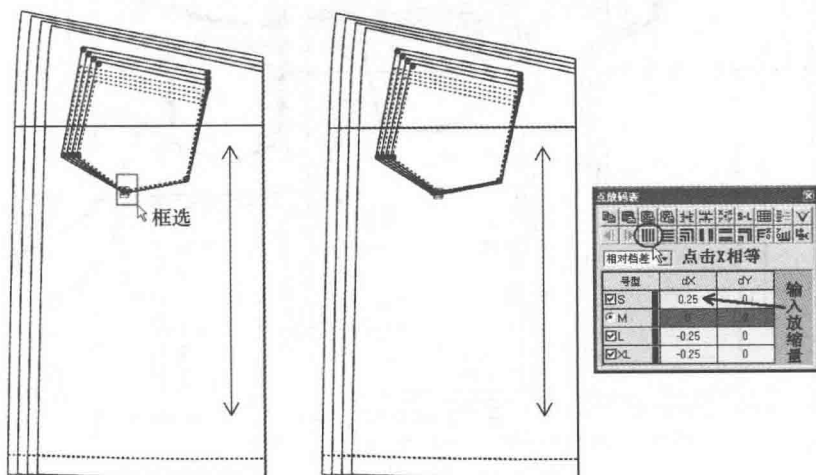

图5-45 后贴袋下端中点放缩效果图
(15) 用  【选择纸样控制点】工具框选后贴袋下端中点，在【横向放缩】栏输入放缩量 0.25cm，然后点击 X 相等（图 5-45）。